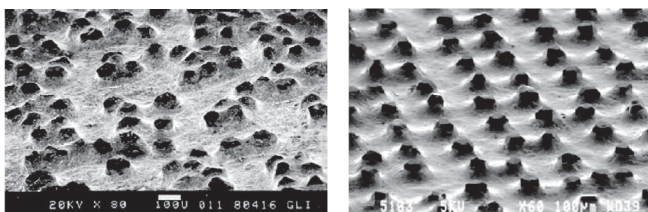

Рис. 7. Расположение алмазных зерен на рабочей поверхности. Произвольное (слева) и равномерное (справа).
6) Модифицирование известных и создание новых связок. В том числе с использованием наноалмазов и других нанопорошковых материалов, графена с обеспечением равномерного (рис. 7) или функционально-градиентного распределения сверхтвердой фазы.